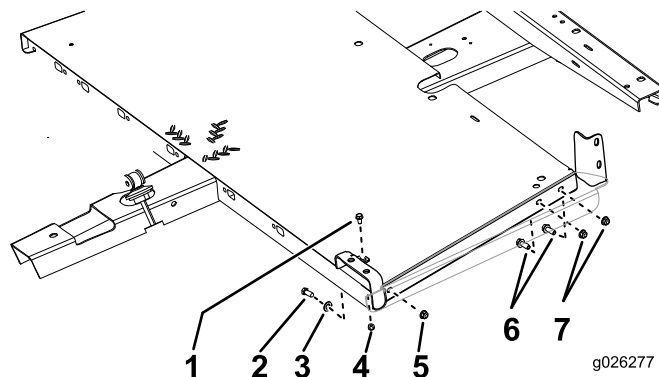

Рисунок 3
- Прикрепите напольные панели к раме, как показано на Рисунок 3.